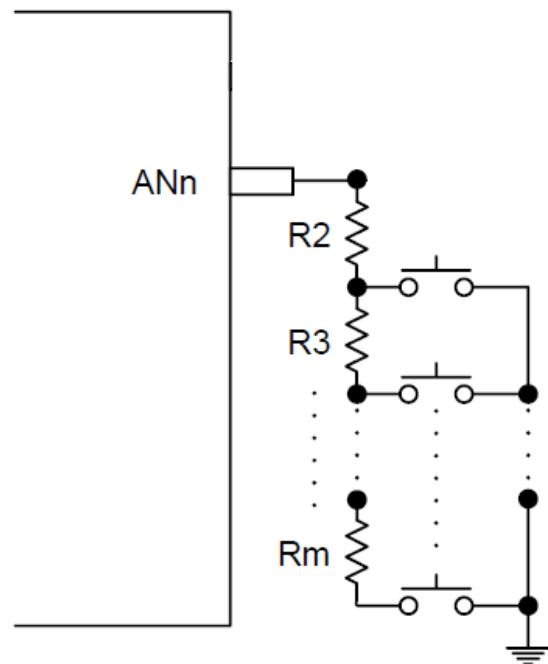

Figure 15-3 ADC 按键输入串联电阻应用参考图
6. 如果 Figure15-3 中的某个键被按下，端口上就会有一个电压值，当这个电压值小于 4.2V (@VDD=5V) 时，AMWIF 标志位会被拉高。芯片也会从省电模式醒来，同时进入 ADC 中